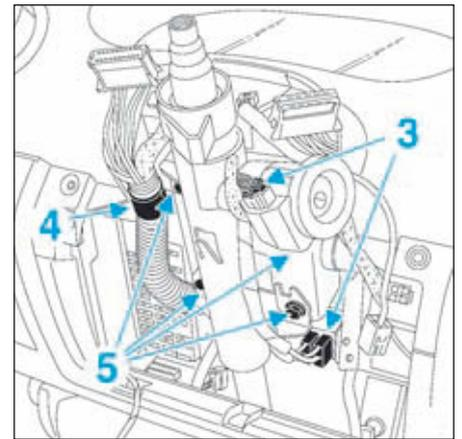

FIG.5
- Débrancher les connecteurs (3) sur la colonne de direction (Fig.5).
- Déposer le faisceau électrique (4) de sa fixation, puis déposer les fixations (5).